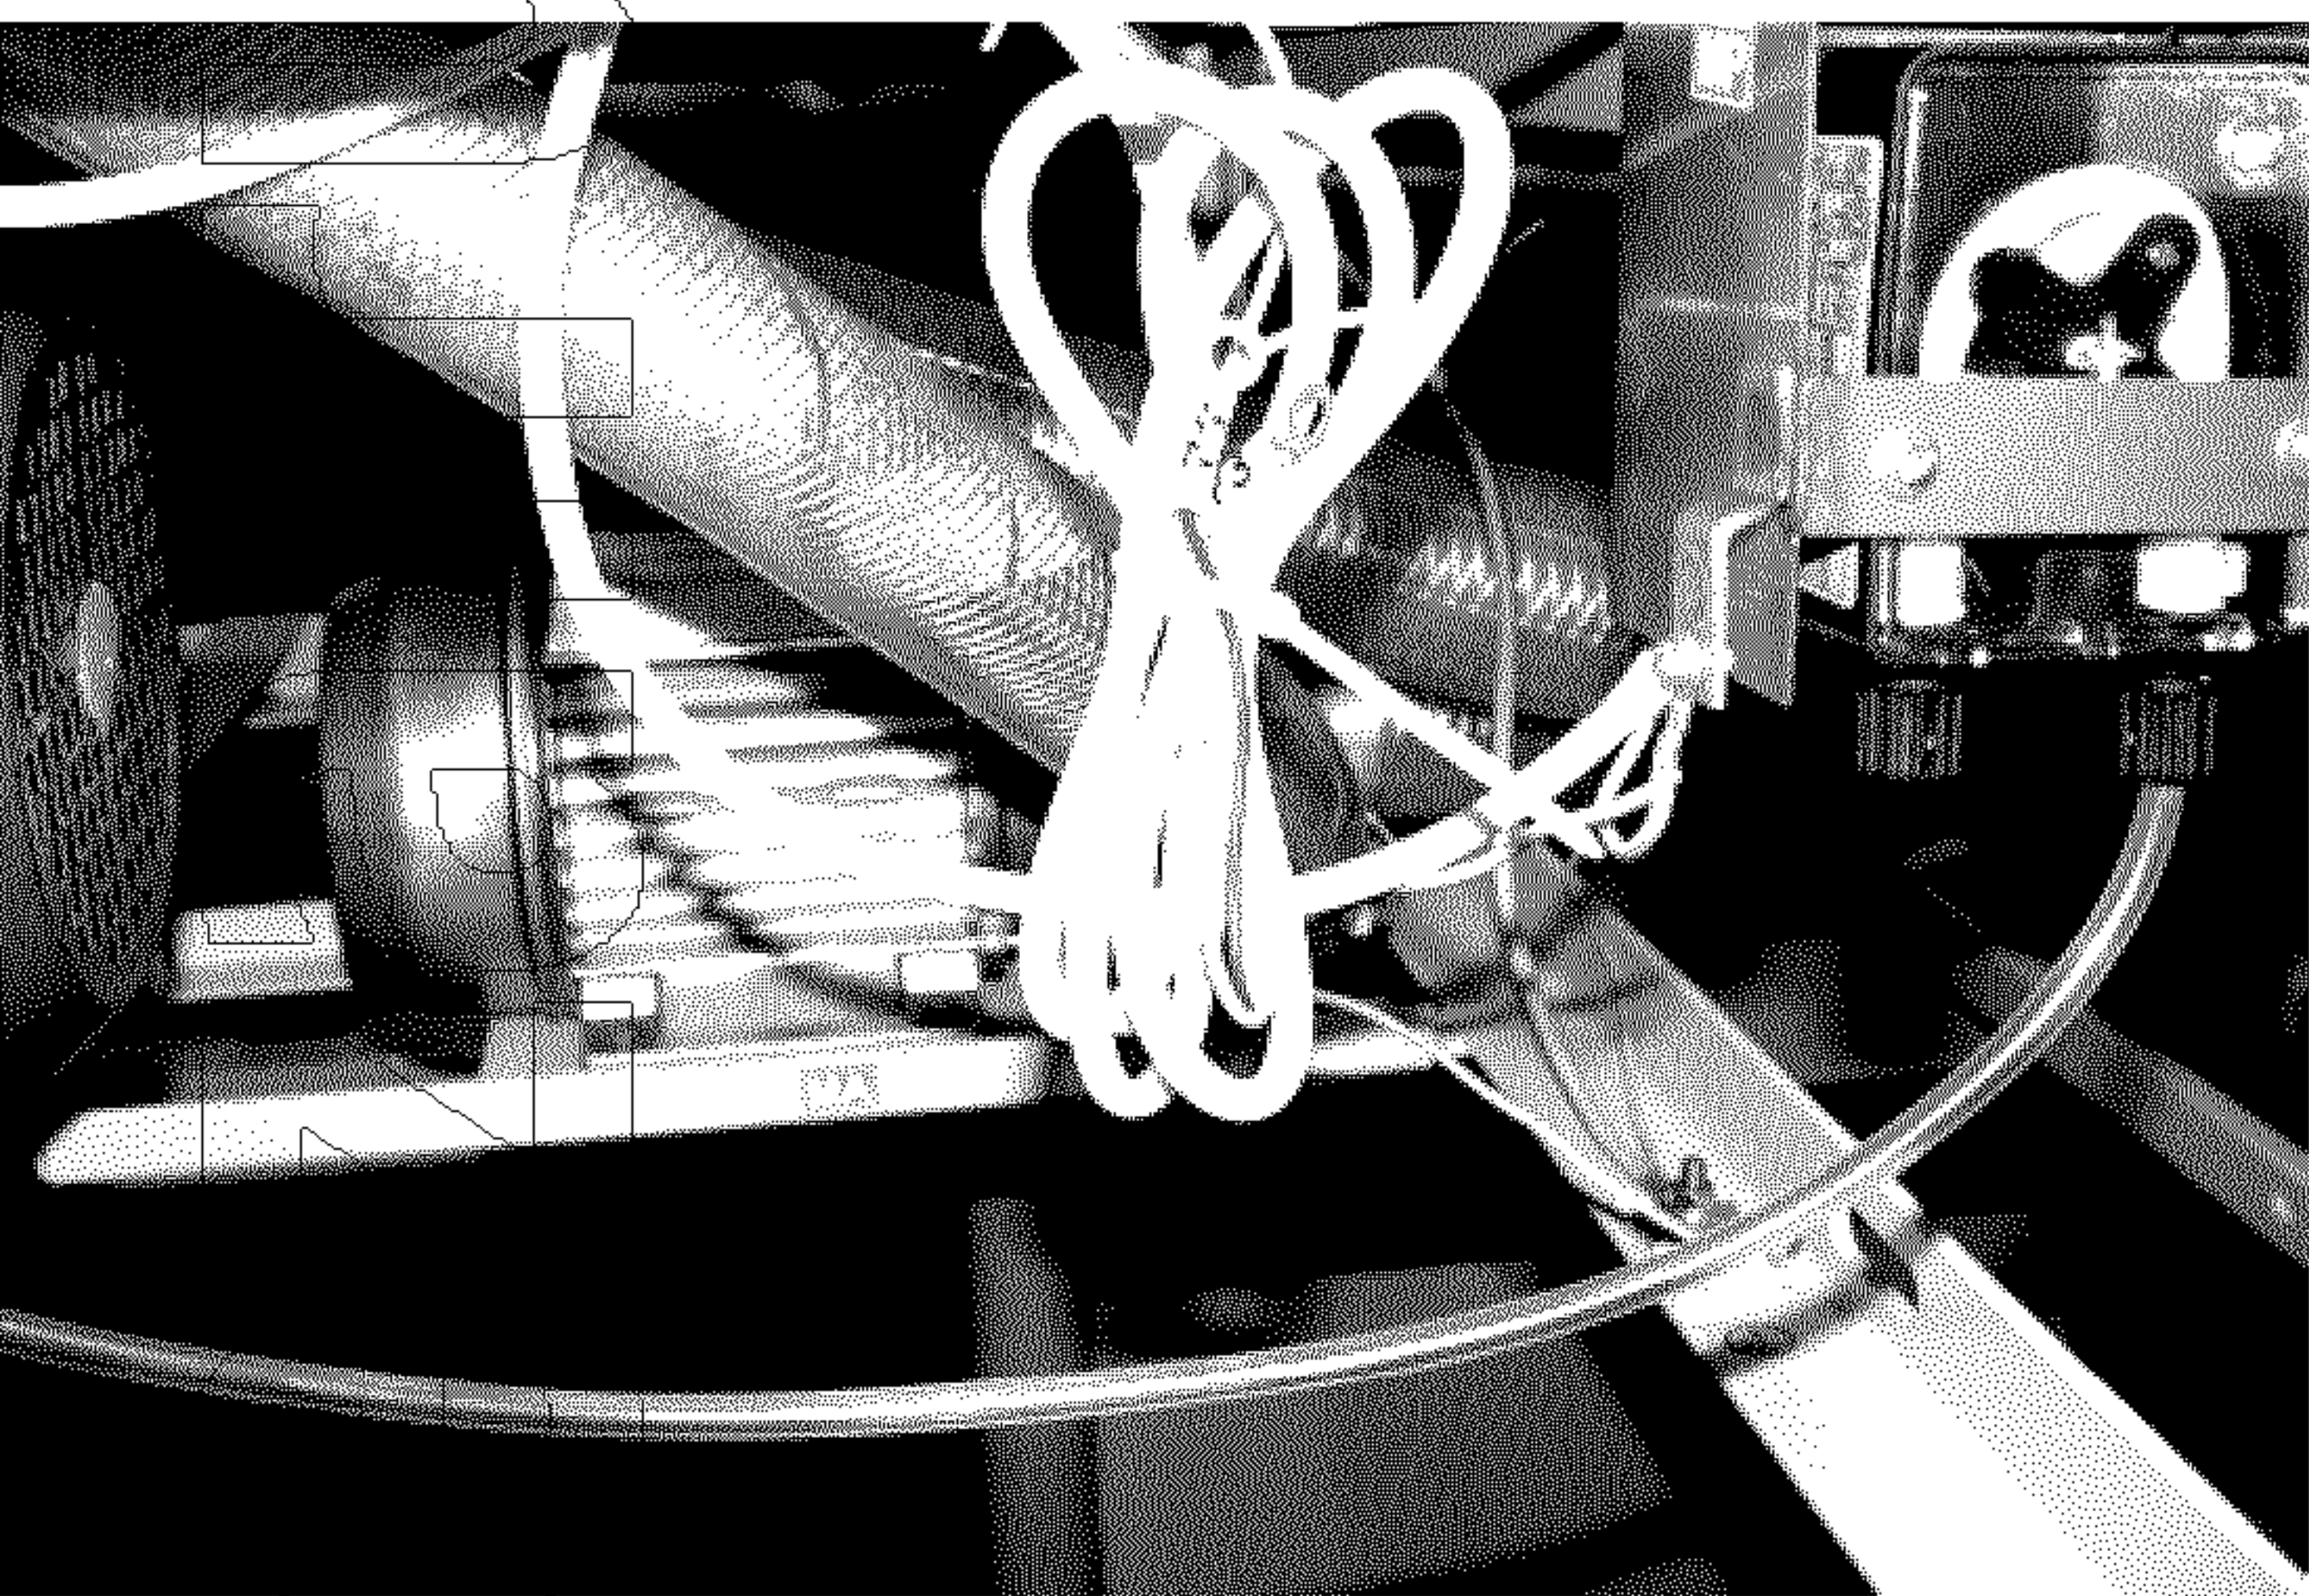

Рис. 22
**27.** Сложить и связать между собой под правым электрошкафом отсоединенный кабель с маркировками 73 и 74 и желто-зеленый провод поз. 54 для удобства транспортировки (рис. 22).